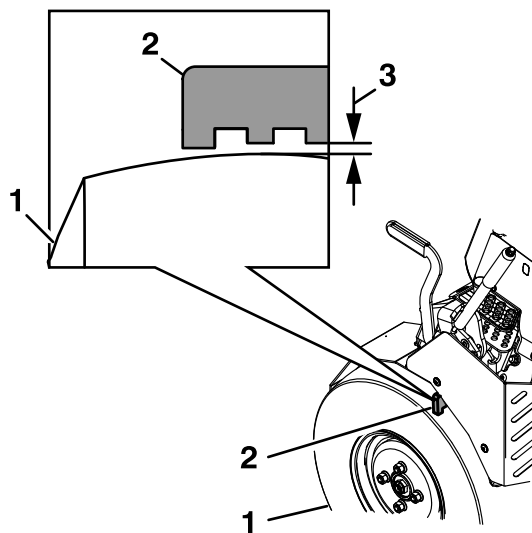

Figura 21
3. Cuando se quita el freno de estacionamiento, las barras de freno deben levantarse de los neumáticos y la palanca de mano debe desplazarse hacia adelante. Con el freno quitado, el espacio entre los dientes de amortiguación del freno y el neumático de la rueda motriz debe ser de 16-19 mm ($\frac{5}{8}$ "- $\frac{3}{4}$ ") (Figura 21).